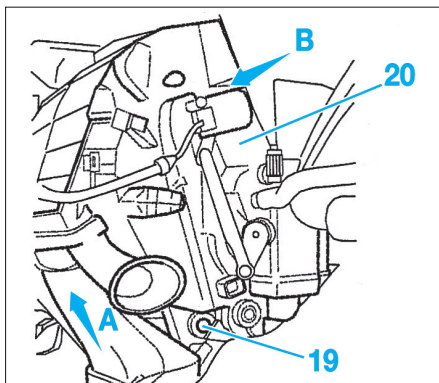

Fig. 7
- Déposer la vis de fixation (19) (Fig.7).